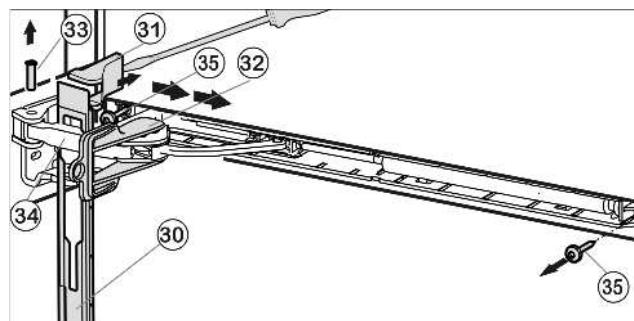

Fig. 12
- Сдвиньте накладку над амортизационной скобой Fig. 12 (34) в направлении устройства вперед.
- Зафиксируйте предохранитель Fig. 12 (32) в продольном пазе.
► Подденьте крышку Fig. 12 (31) отвёрткой с внешней стороны и снимите в направлении наружу.
► Выдавите палец Fig. 12 (33) снизу.
► Нажмите амортизационную скобу Fig. 12 (34) в направлении дверцы.
► Снимите накладку Fig. 12 (30).
► Открутите узел амортизатора закрывания дверцы (2 шт. Torx® 15) Fig. 12 (35).